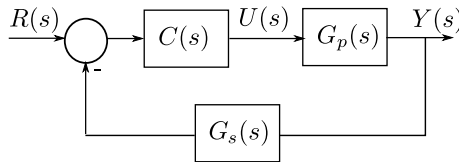

Figura 3: Control a lazo cerrado del MCC con filtro en la realimentación
El sistema realimentado se muestra entonces en la Figura 3,
- 4.2. Grafique el LR para el sistema de la Figura 3 con  $C(s) = K > 0$ .
- 5.1. Para  $T_r = 0.1$ , grafique el LR del sistema de la Figura 3, correspondiente a la variación del parámetro  $K_p > 0$ .
- 5.4. Grafique diagramas de Bode y Nyquist de la FT de lazo abierto  $G_{LA}(s) = C(s)G_p(s)G_s(s)$  con el último valor de  $K_p$  seleccionado. Evalúe márgenes de fase y ganancia del lazo de Figura 3 para este caso.